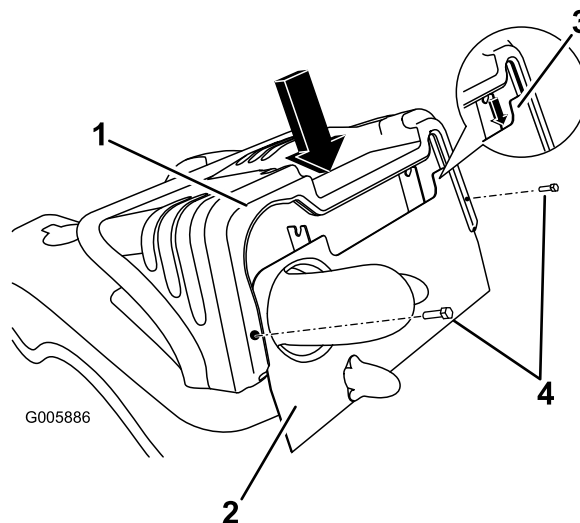

Bild 29
1. Richten Sie zum Einbau der Motorhaube den Schlitz in der Haube mit dem Rahmen aus und senken Sie die Haube vorsichtig auf den Rahmen ab (Bild 29).